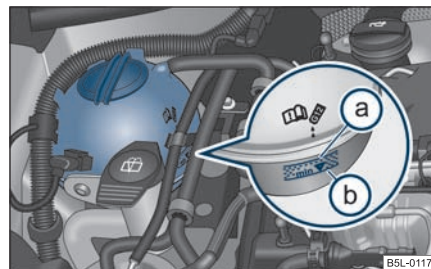

Fig. 209 Vano motor: Depósito de expansión de líquido refrigerante
- Compruebe el nivel de líquido refrigerante en el depósito de expansión del mismo $\Rightarrow$ fig. 209. Con el motor frío, el nivel del líquido refrigerante debe encontrarse entre las marcas **a** y **b**. Con el motor caliente, el nivel puede sobrepasar también un poco el campo rayado.
- Coloque un trapo sobre el tapa del depósito de expansión de líquido refrigerante ⇒ página 233, fig. 209 y desenrosque el tapón con **cuidado** girándolo hacia la izquierda ⇒ .